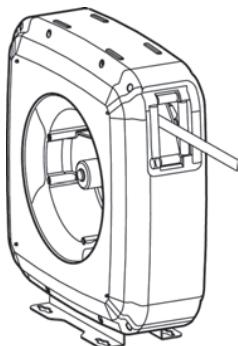

Fig. 6
- Unwind the hose completely and then search for the ratchet locking position (fig. 6).
- Desenrolle totalmente la manguera usada y busque la posición de bloqueo del trinquete más próxima a esta longitud (fig. 6).
- Déroulez complètement le flexible jusqu'à la dernière position de verrouillage du cliquet (fig. 6).
- Rollen Sie den Schlauch komplett ab und rasten Sie die Trommel ein (Fig. 6).